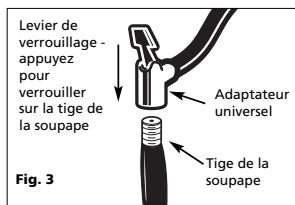

Fig. 3
- d.) Appuyer sur le levier de verrouillage vers le bas pour le verrouiller sur la tige (voir la figure 3).
verrouiller en place (voir la figure 3). L'accessoire de gonflage s'ajustera serré.